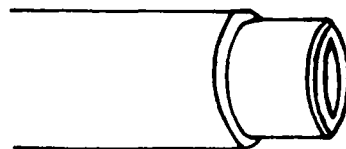

FIG. 7
7.º Passo — Chanfre a ponta do tubo (fig. 7).